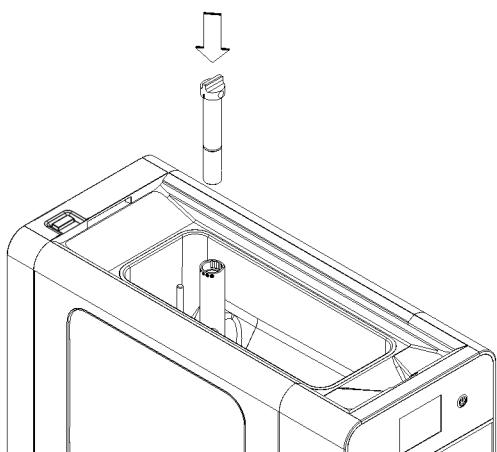

figure 5
- 3** Insérer la partie supérieure du tube de mélange à l'intérieur de la partie inférieure. (voir figure 5)